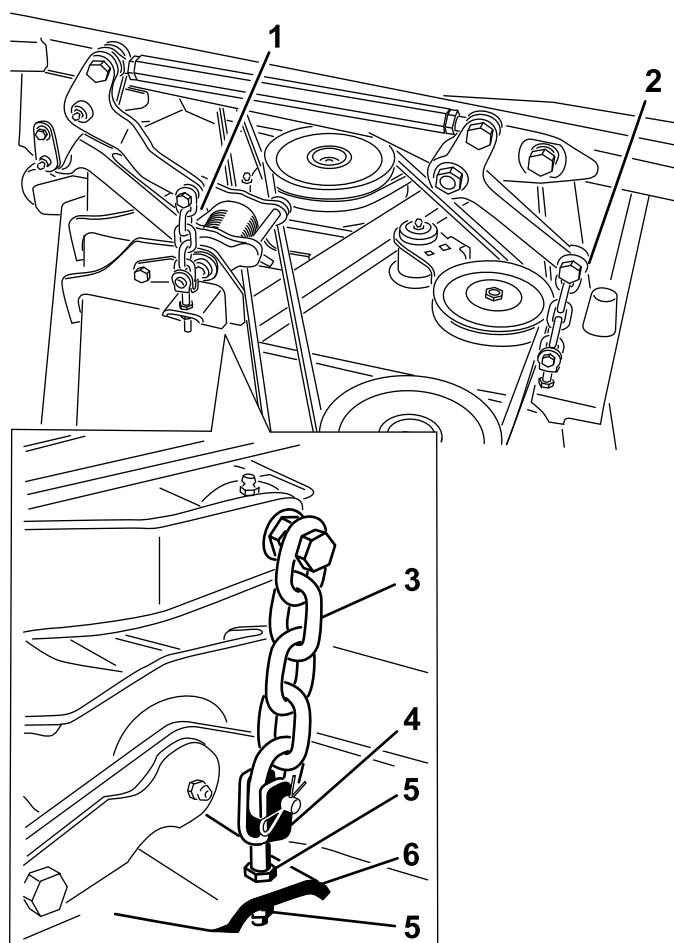

图 26
8. 调节将滚刀组轭/链条固定到剪草机的锁紧螺母直至滚刀组达到水平 图 26。